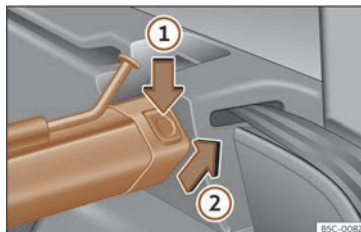

Fig. 133 No maleteiro: desmontar a rede de separación.
- Prema a tecla de desbloqueo esquerda ou dereita»» fig. 133 no sentido da frecha (1).
- Extraia a carcasa do soporte no sentido da frecha»» fig. 133 (2).
- Prema a carcasa nos soportes esquerdo e dereito no sentido contrario ao da frecha >>> **fig. 133 ②** ata que encaixe.